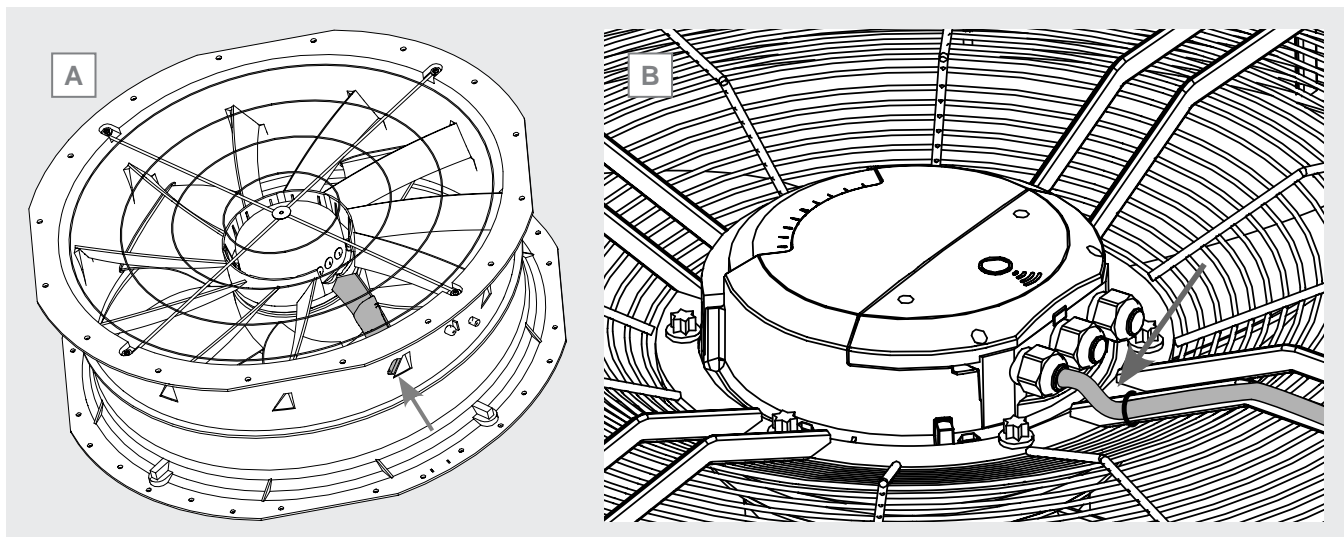

Abbildung 38
- 12.20.18 Befestigen Sie das Stromkabel mit elektrischen Klemmen am Gitter (radialer oder flacher Motorventilator) oder an der Kabelführung (Motorventilator mit integrierter Lüfterhaube). Siehe Abbildung 38 A.
- 12.20.19 Das in die Kabelverschraubung des Schaltkastens eintretende Kabel muss so befestigt werden, dass es ein U bildet. Siehe Abbildung 38 B.